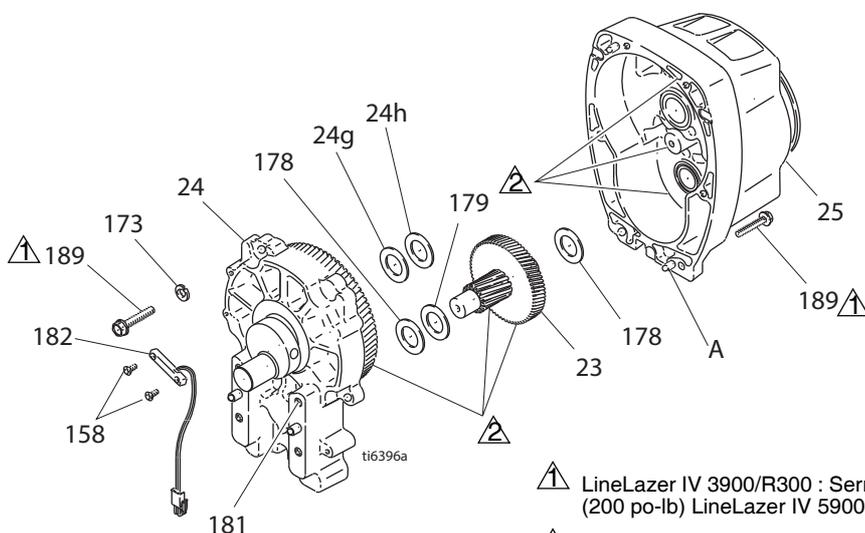

Fig. 3
- 2 Fig. 3. Retirez le corps de palier. Reportez-vous à la procédure **Corps de palier et tige de connexion**, page 11.
- 3 Enlevez les deux vis (158) et le contact en ampoule (182).
- 4 Enlevez les six vis (189) et le contact en ampoule (25).
- 5 Frappez légèrement tout autour du carter d'entraînement (24) pour le desserrer. Extrayez le carter d'entraînement tout droit hors du carter de pignonne. Préparez-vous à soutenir le train d'engrenages (23) qui peut également sortir.
- 1 Enduisez généreusement de graisse à palier (fournie avec le train d'engrenages) le train d'engrenages (23) et les emplacements indiqués à la remarque 2 de la Fig. 3.
- 2 Placez la rondelle couleur bronze (24g) sur l'arbre dépassant du grand arbre du carter d'entraînement (24). Placez la rondelle couleur argent (24h) sur le carter de pignonne. Nettoyez les surfaces de jonction du pignon et du carter d'entraînement. Alignez les pignons et enfoncez le nouveau carter d'entraînement tout droit sur le carter de pignonne et les broches de positionnement (A).
- 3 Mettez les vis (189) en place. Serrez de manière uniforme en vous référant à la remarque 1 de la Fig. 3.
- 4 Fixez le contact en ampoule (182) avec deux vis (158).